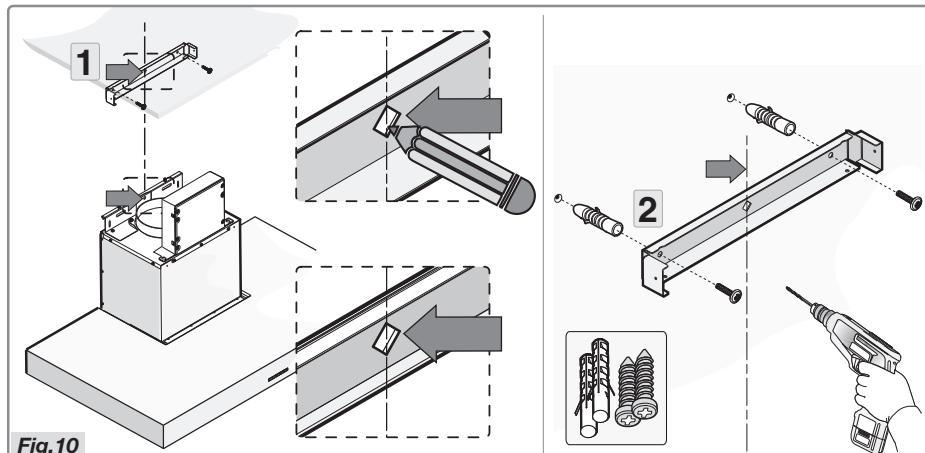

Fig.10
- Positionnez le collier en tenant compte des dimensions indiquées à la figure 1 et mettez-le en place au moyen des vis et chevilles fournies avec l'appareil (Fig.10).